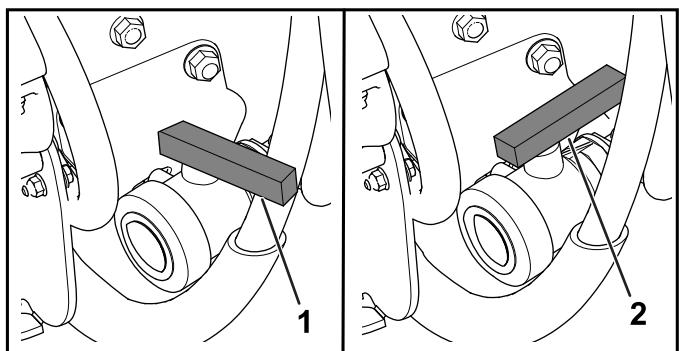

Figura 77
- Abra la válvula para vaciar del depósito todo el material no utilizado (Figura 77).
- Cierre la válvula de vaciado (Figura 77).